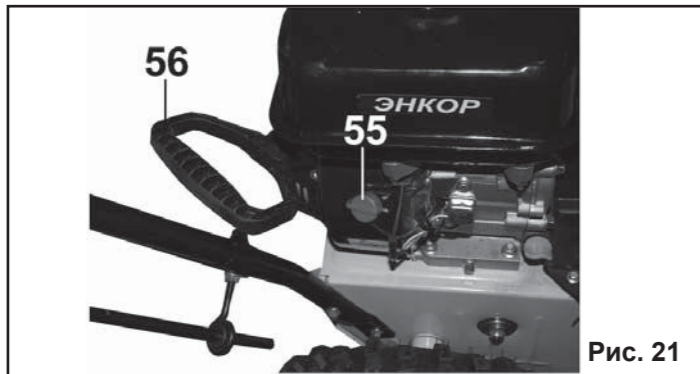

Рис. 21
8.1.5. Поверните выключатель зажигания (55) в положение «ON» (Включено) (Рис. 21).